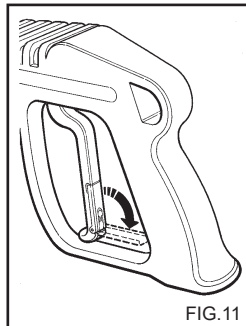

FIG.11
- Закройте защитное устройство на ручке, если не будете использовать аппарат (Рис. 11).